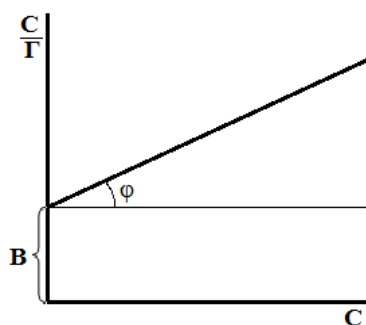

Рис. 1.4 Решение уравнения Ленгмюра путем его преобразования в уравнение прямой
7. По преобразованному уравнению Ленгмюра находят предельную адсорбцию Γ_{∞} . Для этого на оси абсцисс откладывают значения концентрации, а на оси ординат – соответствующее им вычисленные значения C/Γ . в результате получают прямую (рис. 1.4), из котангенса угла наклона которой можно вычислить Γ_{∞} .